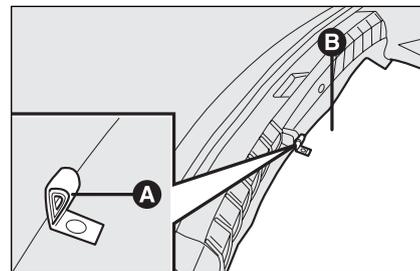
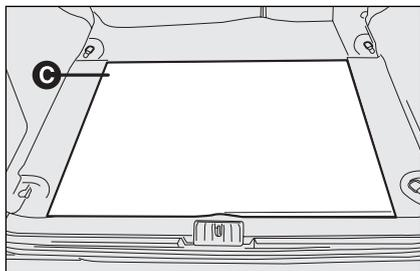
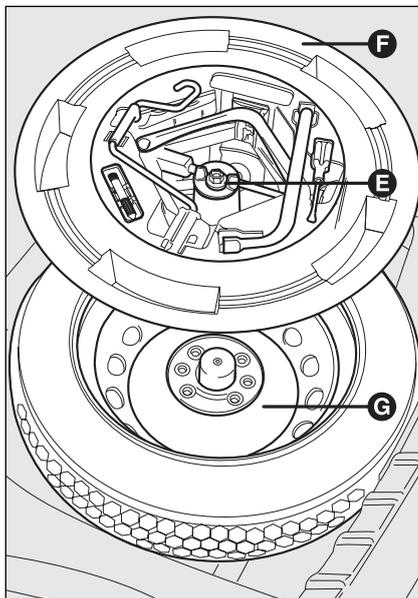
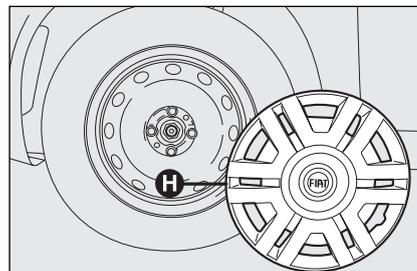

fig. 2
fig. 3
fig. 4
fig. 5
- fermare la vettura in posizione che non costituisca pericolo per il traffico e permetta di sostituire la ruota agendo con sicurezza. Il terreno deve essere possibilmente in piano e sufficientemente compatto; spegnere il motore e tirare il freno a mano; inserire la prima marcia o la retromarcia; mediante la maniglia **A-fig. 2** rimuovere il preformato di rivestimento rigido **B** (versioni berlina) oppure **C-fig. 3** (versioni Multi Wagon); svitare il dispositivo di bloccaggio **E-fig. 4**;
- prelevare il contenitore attrezzi **F**-fig. 4 e portarlo accanto alla ruota da sostituire; prelevare il ruotino di scorta **G**; rimuovere la coppa ruota **H**-fig. 5 (versioni con cerchi in acciaio), oppure togliere la coppa coprimozzo (versioni con cerchi in lega);